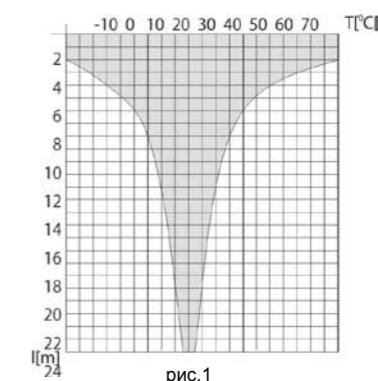

рис. 1
Тросовые выключатели типа LK-30 и LK-40 дают возможность остановить устройство, с которым они соединены; они соответствуют принципам стандарта PN-EN 60947-5-1. Максимальная длина троса составляет 2м, а максимальная - 25м, а другие длины зависят от температуры окружающего воздуха (рис.1).
Комплектный тросовый выключатель состоит из выключателя с фаркопом и коушем (1), пружины с целью, коушем и кольцом (2), тросы диаметром проволоки вместе с кожухом 3 (3) и соединительными элементами (4) для длины троса более 3 м. Все эти детали можно купить отдельно. Трос длиной согласно рис. 1 следует установить согласно приложенной инструкции. Схемы монтажа представлены на рис. 2 и рис. 3.